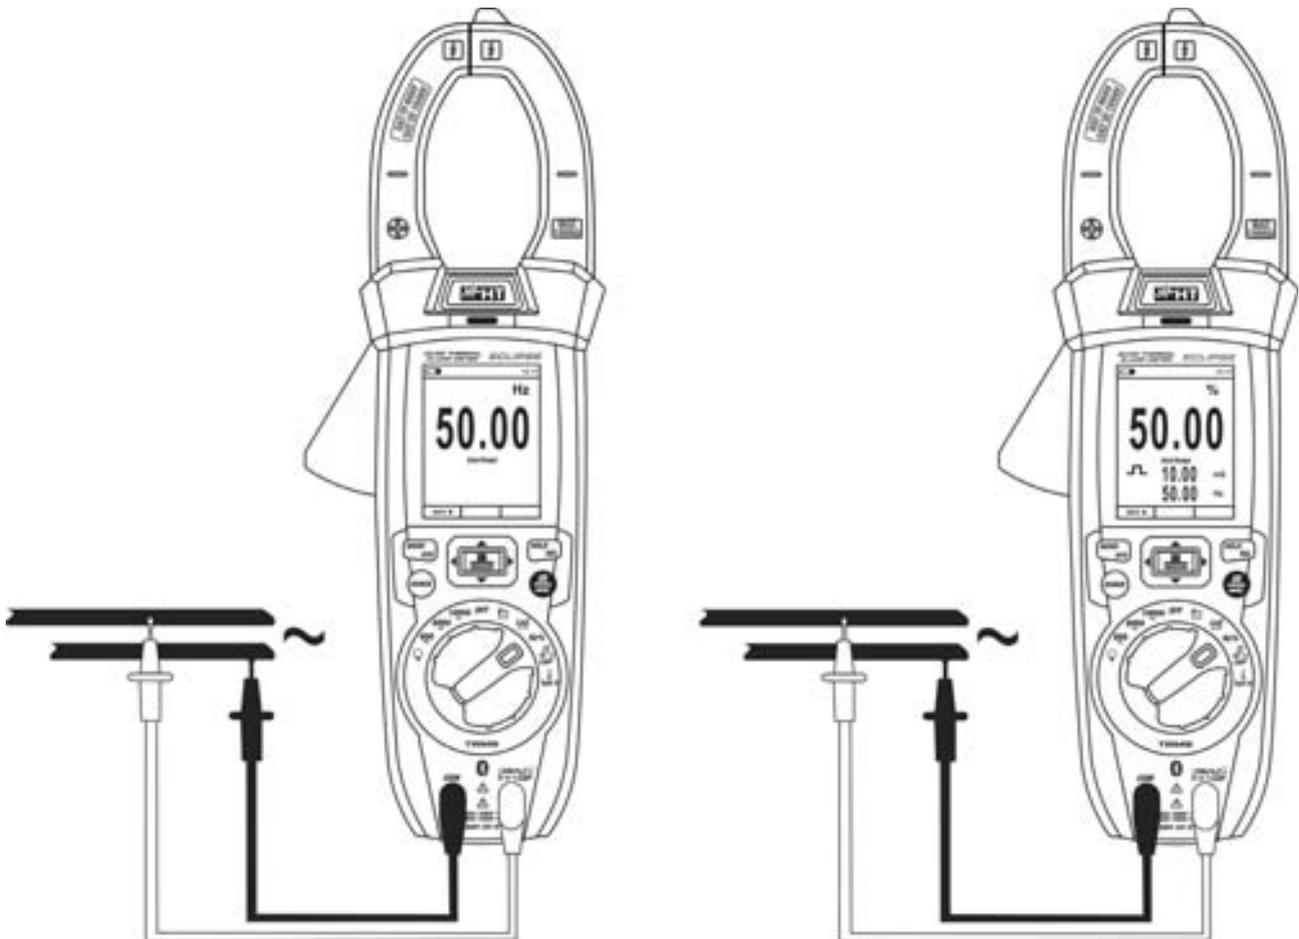

Fig. 26: Utilisation de l'instrument pour la mesure de Fréquence et Duty Cycle
4. Positionner l'embout rouge et l'embout noir dans les points du circuit sous test (voir la Fig. 26). La valeur de fréquence (Hz) ou duty cycle (%) apparaît à l'écran. Le diagramme à barres analogique n'est pas actif dans ces fonctions